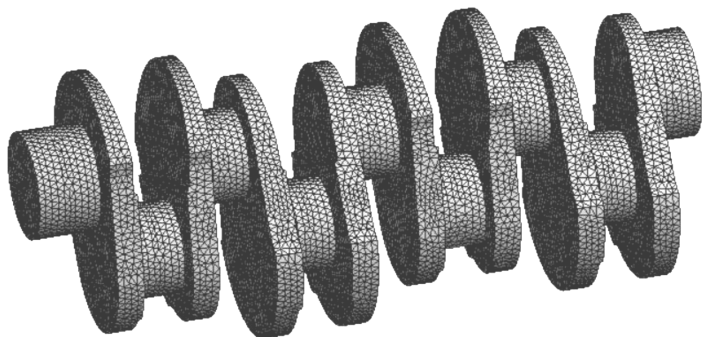

图 4-61 网格划分
(1) 在导航树里单击【Mesh】→【Details of “Mesh”】→【Sizing】→【Relevance Center】= Medium, 【Sizing】→【Element Size】= 4mm, 其他均默认。
(2) 生成网格: 右键单击【Mesh】→【Generate Mesh】, 图形区域显示程序生成的网格模型, 如图 4-61 所示。